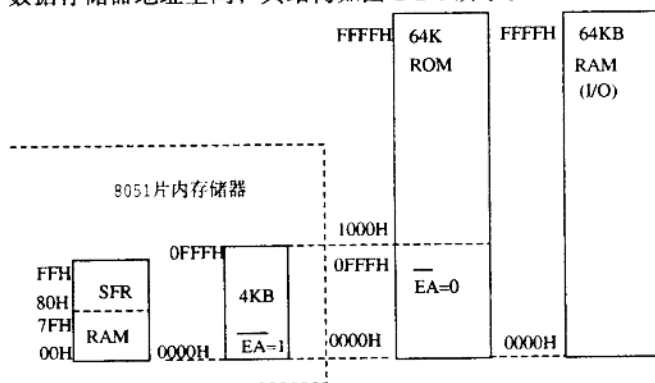

图 2-2-1 8051 存储器组织结构
- (1) 片内片外统一编址 0000H~FFFFH 的 64KB，即程序存储器地址空间。
- (2) 64K 片外数据存储器地址空间地址也是 0000H~FFFFH。
- (3) 256B 数据存储器地址空间，其结构如图 2-2-1 所示。